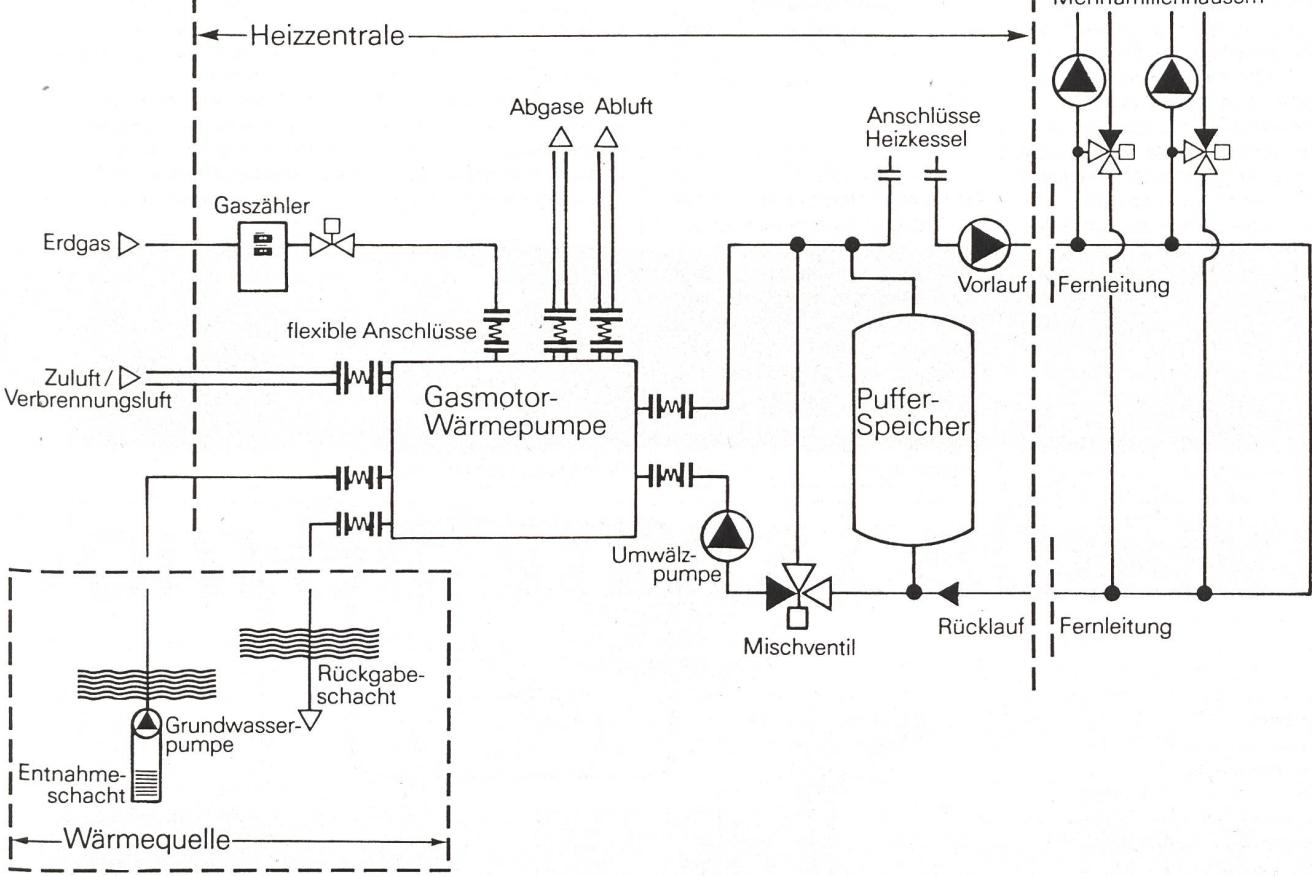

Abb. 2. Prinzipschema Gasmotorwärmeerpumpe mit Fernwärmeverversorgung.
- Die Split-Ausführung gestattet es, den Verdampfer vom übrigen Aggregat getrennt – zum Beispiel im Estrich oder im Garten – aufzustellen. Die beiden Teile sind dann durch Kältemittel leitungen miteinander verbunden. Diese Bauform bietet Gewähr für eine optimale Platzierung des Verdampferteils (Abb. 2).
Zum Antrieb mittlerer und grosser Verdichter werden heute zunehmend auch Gas- oder Dieselmotoren eingesetzt. Neben der mechanischen Energie der Motoren wird dabei auch die Kühlwasserwärme und ein grosser Teil der Abgaswärme genutzt. Wie verschiedene Entwicklungen und Erfahrungen gezeigt haben, ist der Aufwand für Bau und Betrieb von Verbrennungsmotor-Wärmepumpen recht gross. Um eine wirtschaftliche Lösung zu erreichen, soll daher die Anlage eine Heizleistung von mindestens 100 kWth aufweisen (Abb. 2).